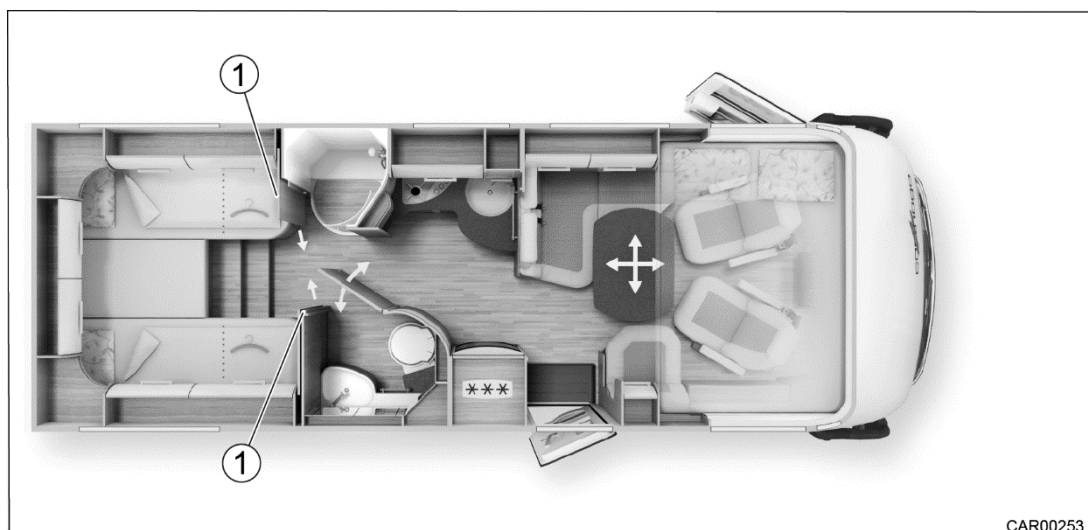

Fig. 91 Installation de vestiaires lits jumeaux spacieux et cabinet de toilette (porte et porte coulissantes)
2. Ouvrir les bouton-pressions (Fig. 91/1) pour desserrer les blocages de la paroi de séparation.